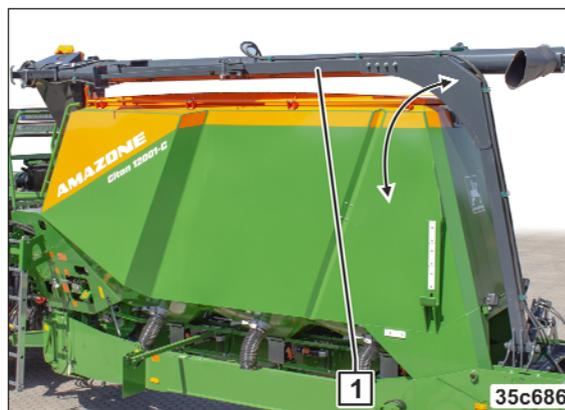

Рис. 244
1. Откиньте загрузочный шнек (Рис. 244/1) в рабочее положение.